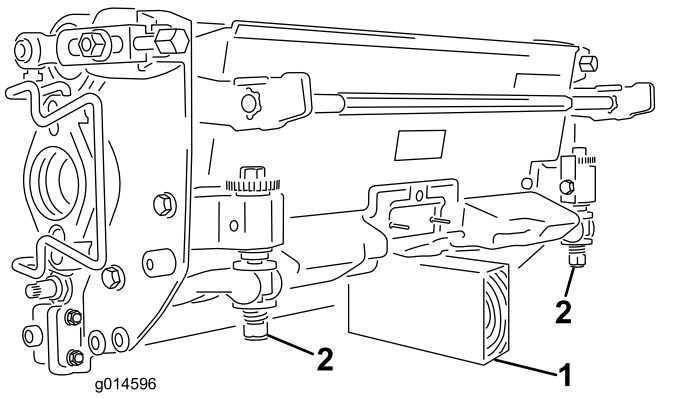

图28
**重要事项：** 当您需翻转滚刀组时，应支撑住滚刀组的后部，确保底刀架调节螺丝后端的螺母不会接触工作表面（图28）。